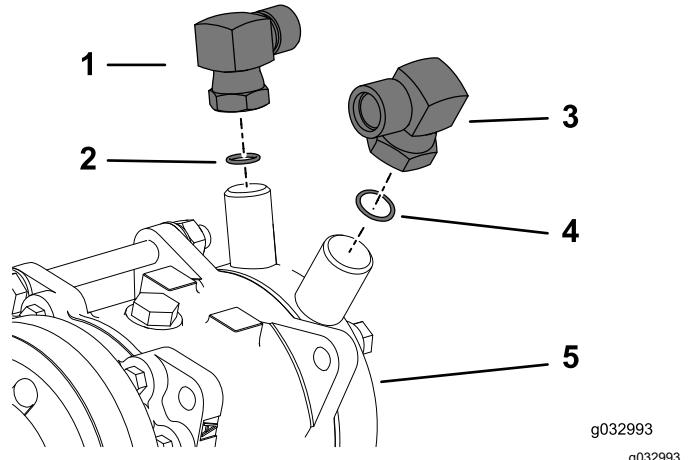

Bild 39
2. Befestigen Sie das rechte Winkelanschlussstück (7/8") und den O-Ring (Größe 8) am Niederdruck- oder Ansauganschluss an der Klimaanlagenpumpe (Bild 39).
4. Befestigen Sie das rechte Winkelanschlussstück (3/4") und den O-Ring (Größe 10) am Hochdruck- oder Ansauganschluss an der Klimaanlagenpumpe (Bild 39).